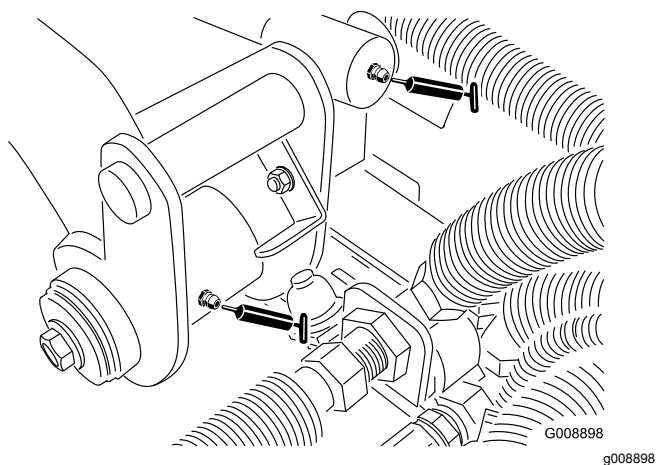

Рисунок 35
- Цилиндр поворота и подъема заднего подъемного рычага (2 места) (Рисунок 35)